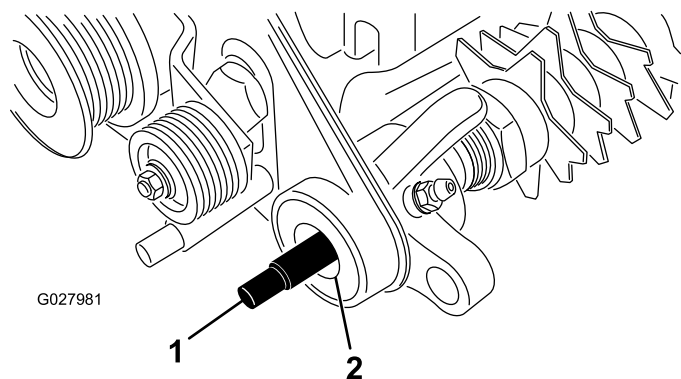

Figura 5
11. Aplique grasa a las juntas del soporte del cojinete de la transmisión y al extremo del eje del acondicionador (Figura 5).
12. Deslice el extremo acanalado del eje del acondicionador en el soporte del cojinete del conjunto de la transmisión (Figura 5).